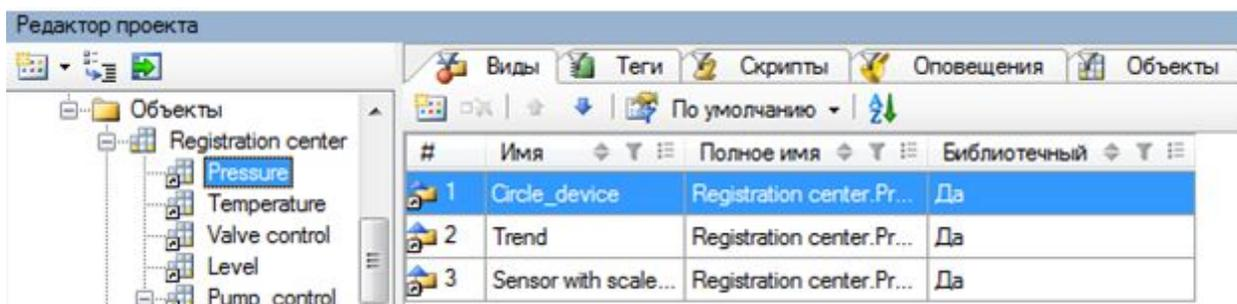

Рисунок 1.2 – Структура объекта **DataRate**
**Объект DataRate** (рисунок 1.2) включает: